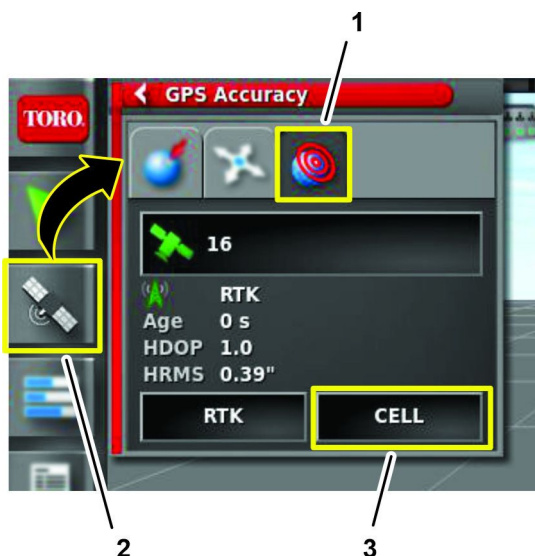

Рисунок 167
3. На управляющей консоли GeoLink нажмите на значок информации о GPS (Рисунок 167).